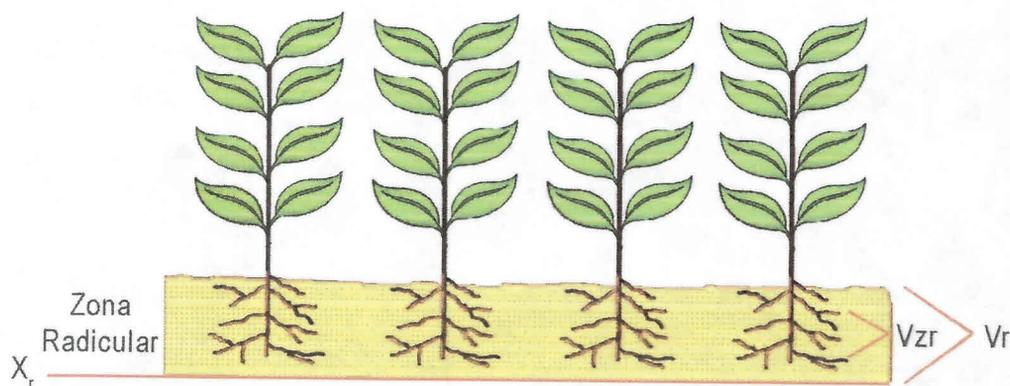

Figura 14: Esquema explicativo de Eficiencia de Requerimiento:
**b) Eficiencia de requerimiento:** Se define como la razón entre la cantidad de agua almacenada en la zona radicular y el volumen de agua requerida por la planta. La eficiencia de requerimiento es importante cuando el agua almacenada en la zona radicular es insuficiente para cubrir los requerimientos del cultivo. (Figura 14)